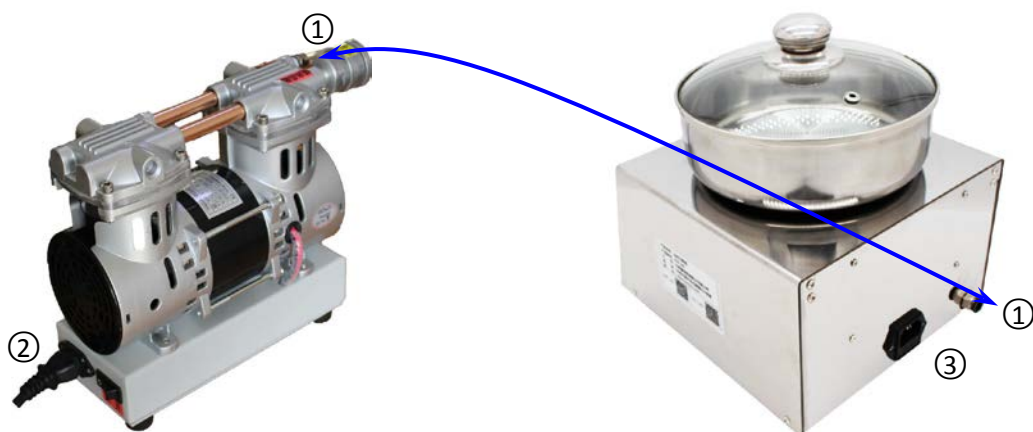

图3 机械泵、匀胶机总连接示意图
机械泵、匀胶机的总连接主要包括以下三项。具体连接方式见图3，将图3中相同标号的位置进行连接（①-①），②接总电源（插座），③接总电源（插座）。注：连接过程请务必保证断电状态。
- 匀胶机供电实现（电源线连接，③）；
- 机械泵供电实现（电源线连接，②）；
- 匀胶机进气实现（气管连接，①-①）。